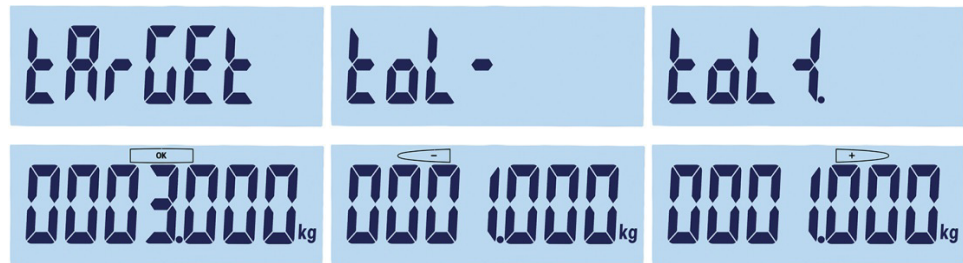

Figura 2-12: Displays de alvo e tolerância: Alvo (esquerda), Mínimo (centro) Máximo (direita)
- b. Caso contrário, o terminal mostra “Alvo” por um segundo e depois exibe o peso zero (Figura 2-12). Selecione um dígito para editar usando  para mover para esquerda e  para mover para a direita. Uma vez que o dígito requerido seja selecionado e esteja piscando, seu valor pode ser ajustado usando as teclas  e . No exemplo abaixo na Figura 2-12, o alvo foi definido para 3 kg. Pressione  para aceitar esse valor atual como alvo e seguir para a próxima tela, “Tolerância -”.
3.  aparece no canto superior esquerdo do display. Ajuste o valor usando as teclas de direção, como indicado na etapa 2.b, acima. Neste exemplo (Figura 2-12, centro), a baixa tolerância é definida para 1 kg. Pressione  para seguir para a próxima tela, "Tolerância +".
4.  aparece no topo da tela. Ajuste o valor usando as teclas de direção, como indicado na etapa 2.b, acima. Aqui (Figura 2-12, à direita), a tolerância máxima é definida para 1 kg.